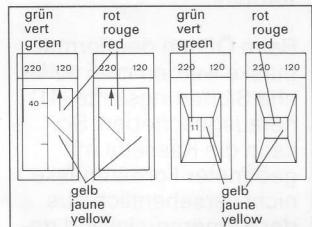

Fig. 15
- 7.2. Film transportieren (14), bis kein Widerstand mehr spürbar ist. Auf Messband/Messtrommel erscheint gelber Bereich (= Ende Papiernachspann) (Fig. 15).
- 7.2. Continue winding the film (14) until there is no more resistance. The yellow section appears on the metering strip/frame counter (= end of the backing paper) (fig. 15).